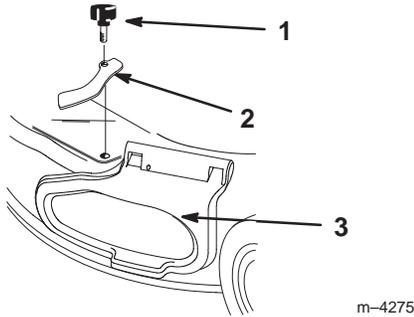

Figure 32
3. Retirer le bouton et la bride de blocage du couvercle d'éjection latérale (Fig. 32).
3. Retirer le bouton et la bride de blocage du couvercle d'éjection latérale, puis replacer le bouton et conserver la bride pour un usage ultérieur (Fig. 32).
4. Soulever le couvercle d'éjection latérale (Fig. 32).